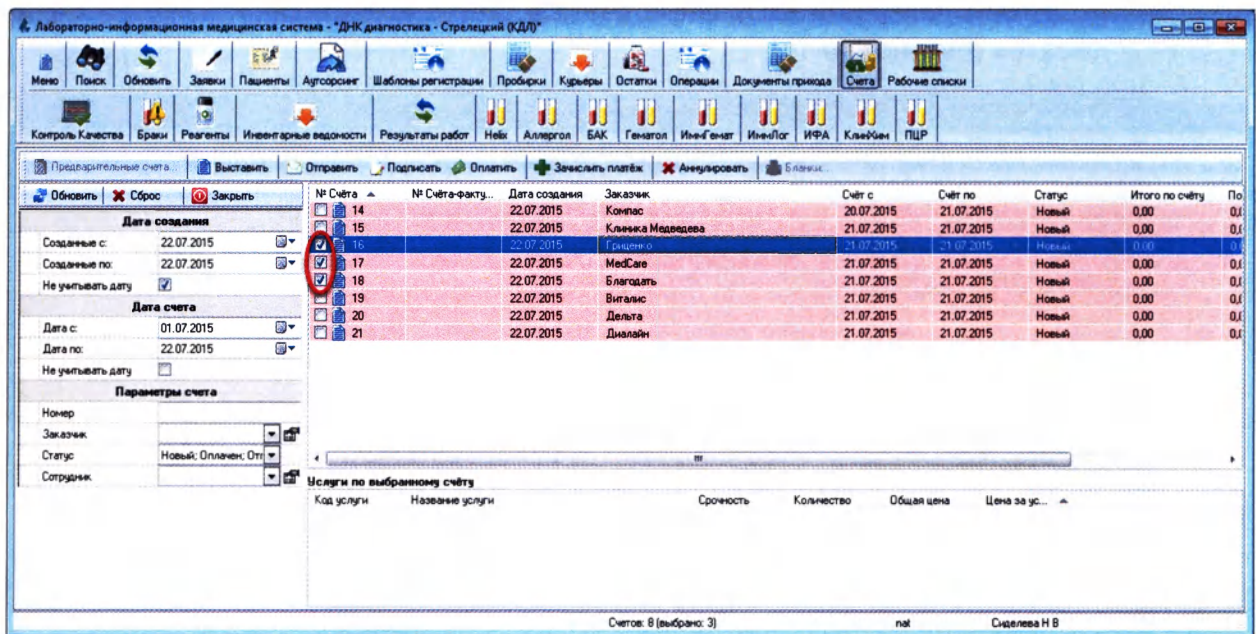

Рисунок 10.8
1.	Выделите необходимый счет или счета галкой (Рисунок 10.8):